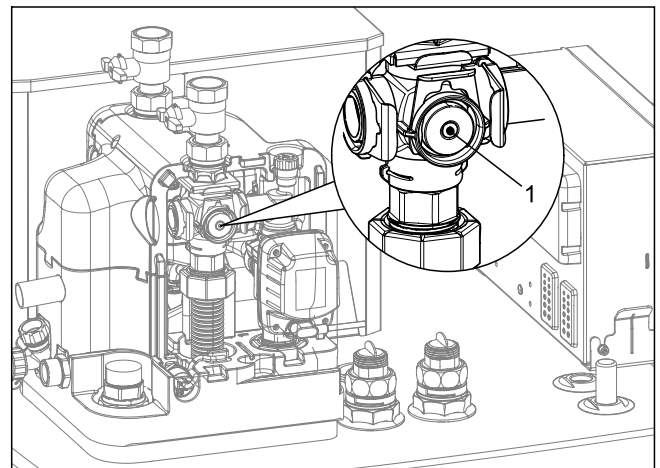

Bild 6-4 Internen Mischerfühler tauschen
- 4 Internen Mischerfühler t_{v2} am Kabel aus Fühler-Tauchhülse ziehen (Bild 6-4, Pos. 1).